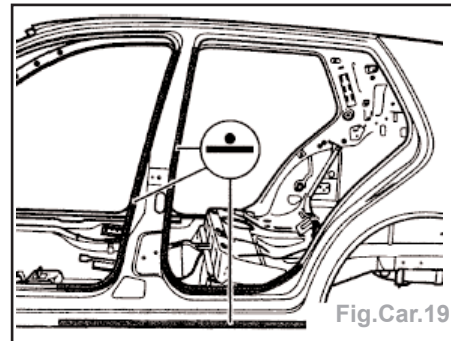

Fig.Car.19
- souder le montant A intérieur à la poutre électrique (Fig.Car.19),